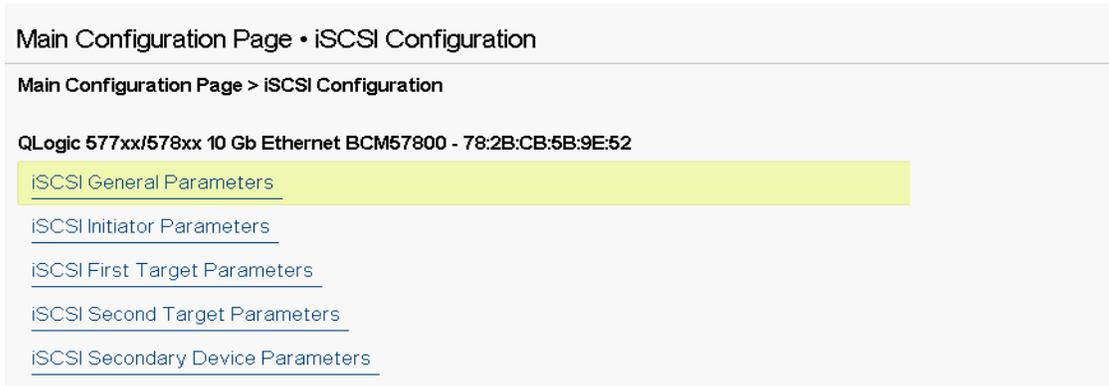

Abbildung 10-2. UEFI, iSCSI-Konfiguration
2. Konfigurieren Sie die QLogic iSCSI-Boot-Software für die statische oder die dynamische Konfiguration entweder über das CCM-Dienstprogramm, über das UEFI-Dienstprogramm (siehe Abbildung 10-2), über die QCC-Benutzeroberfläche oder die QCS-Befehlszeilenschnittstelle.